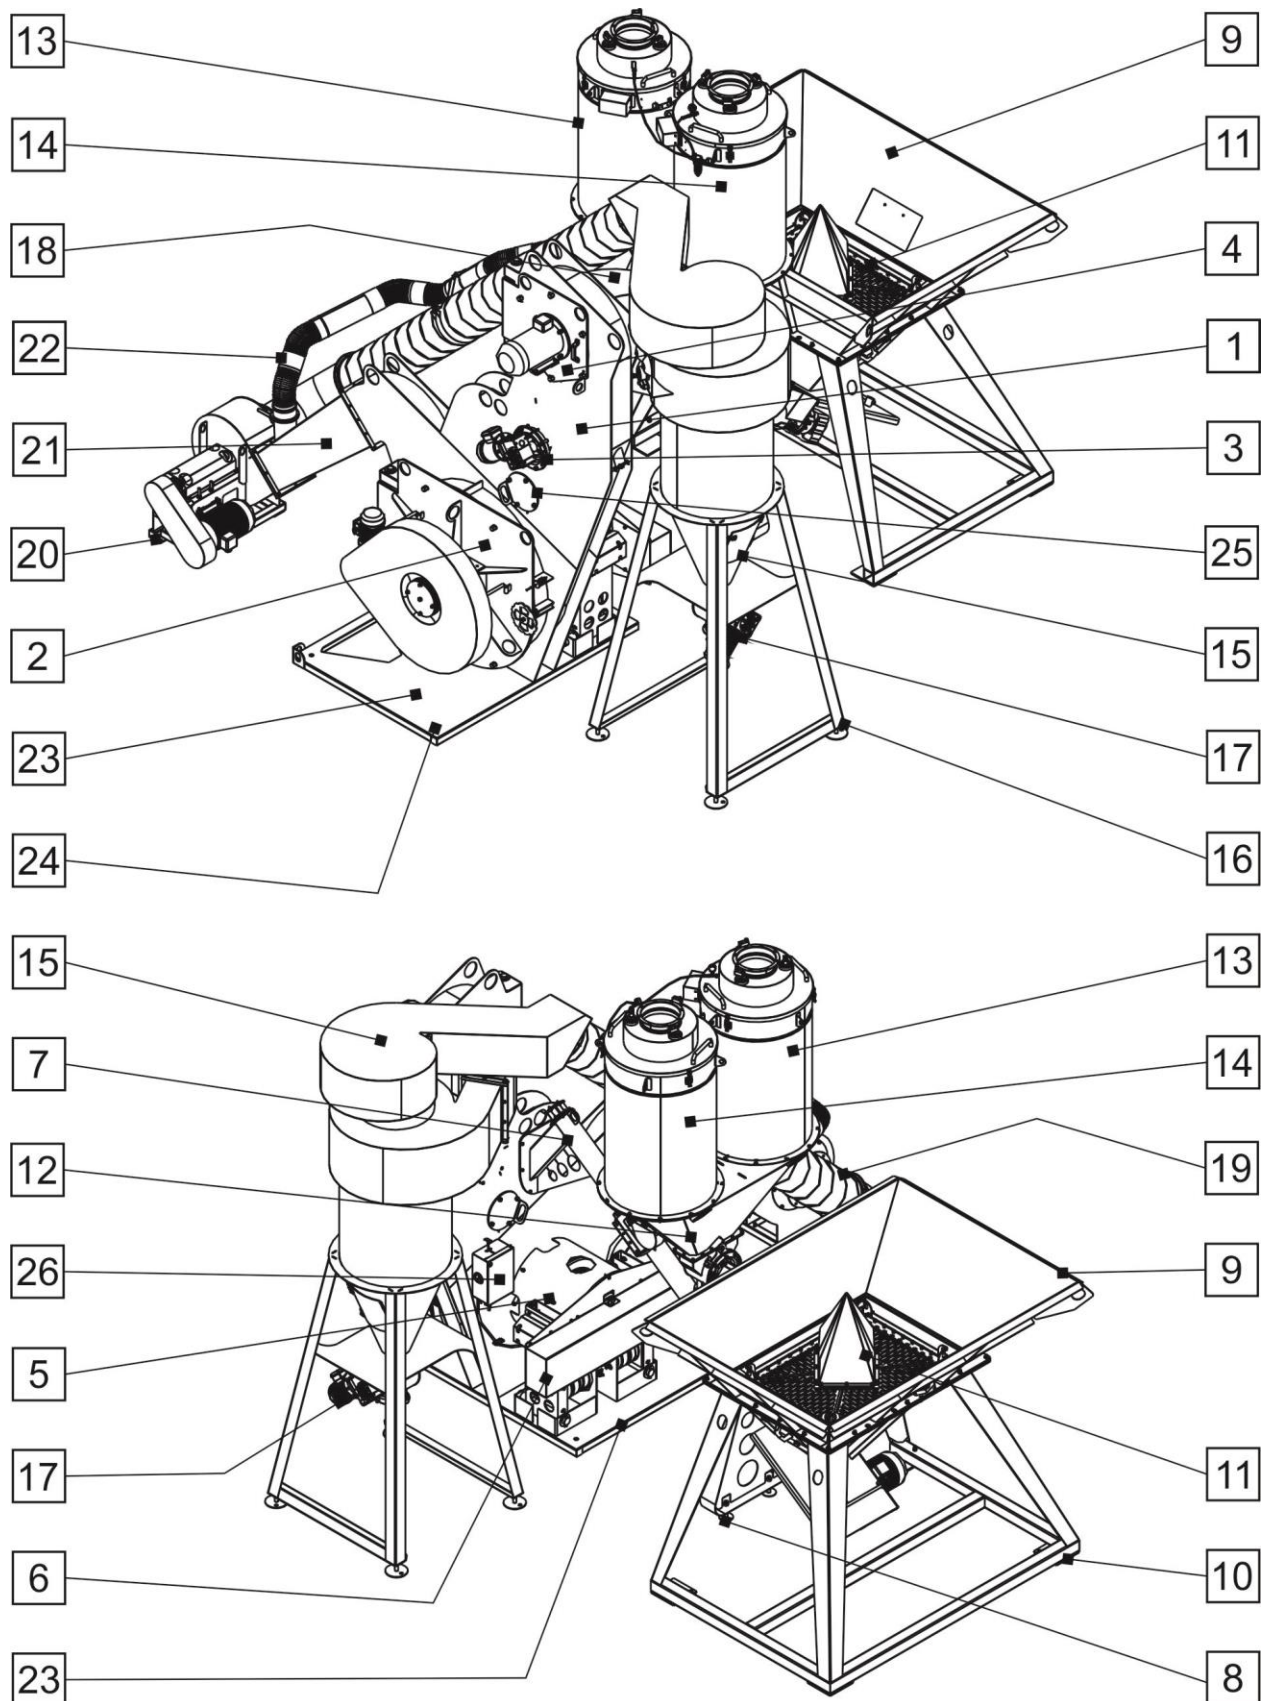

Рис.2
Изделие (Рис.2) работает следующим образом: сырье, подлежащее измельчению, фронтальным погрузчиком загружается в бункер (9). Винтовой конвейер-питатель (7) подает сырье в монокорпус (1), где оно подвергается первичной классификации. Мелкие частицы подхватываются воздушным потоком, создаваемым вентилятором (20), и направляются на вход динамического воздушно-центробежного классификатора (4). Частицы, размеры которых превышают установленную границу разделения, отражаются лопатками направляющего аппарата и поступают в камеру помола для дополнительного измельчения.